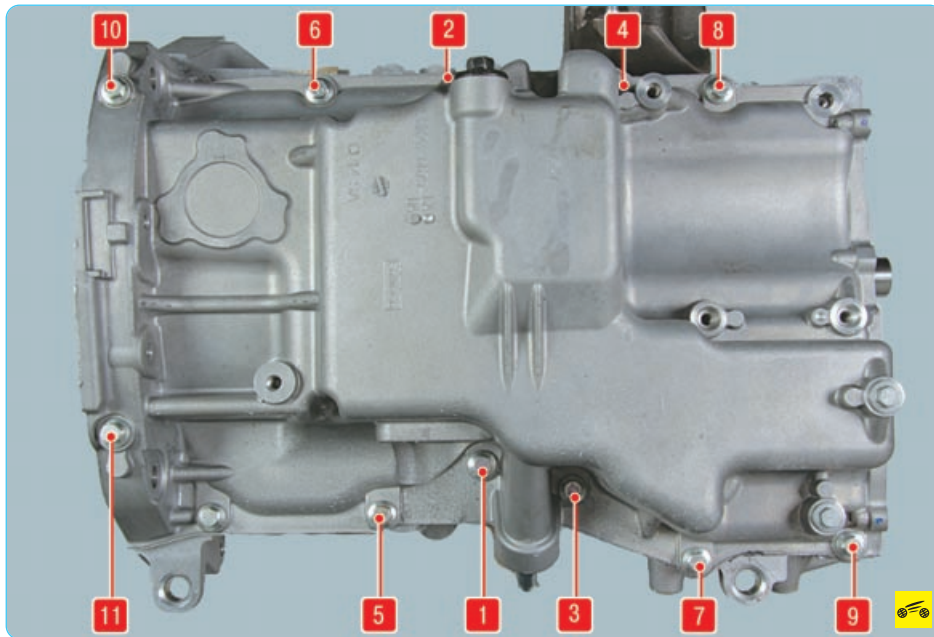

Рис. 5.25. Порядок затяжки болтов крепления масляного картера двигателя Duratec-HE объемом 2,0 л
4. Выверните одиннадцать болтов (рис. 5.25) крепления масляного картера к блоку цилиндров двигателя, аккуратно подденьте отверткой...
10. Затяните болты крепления картера в порядке, указанном на рис. 5.25, в два этапа: